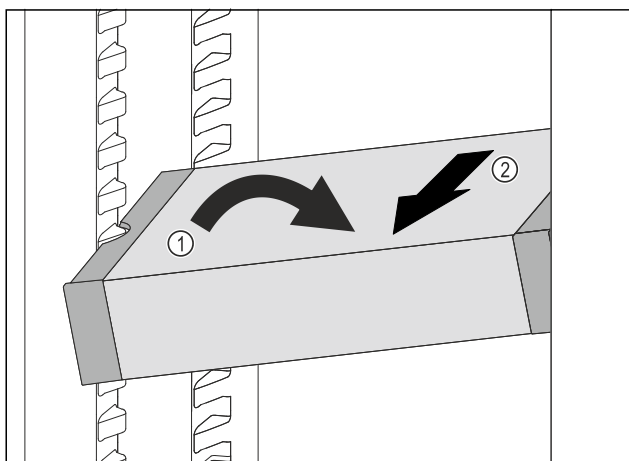

Fig. 179
- Incliner le VarioSafe dans la partie réfrigérateur. Fig. 179 (1)
- Sortir le tiroir VarioSafe par l'avant. Fig. 179 (2)